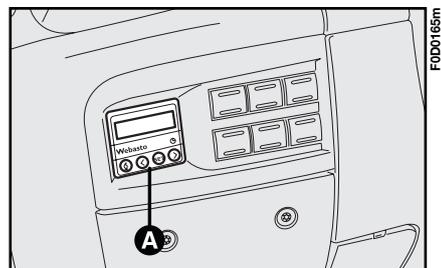

fig. 85
– un temporizador (timer) digital **A-** **fig. 85** para encender manualmente el calefactor o para programar la hora de encendido.